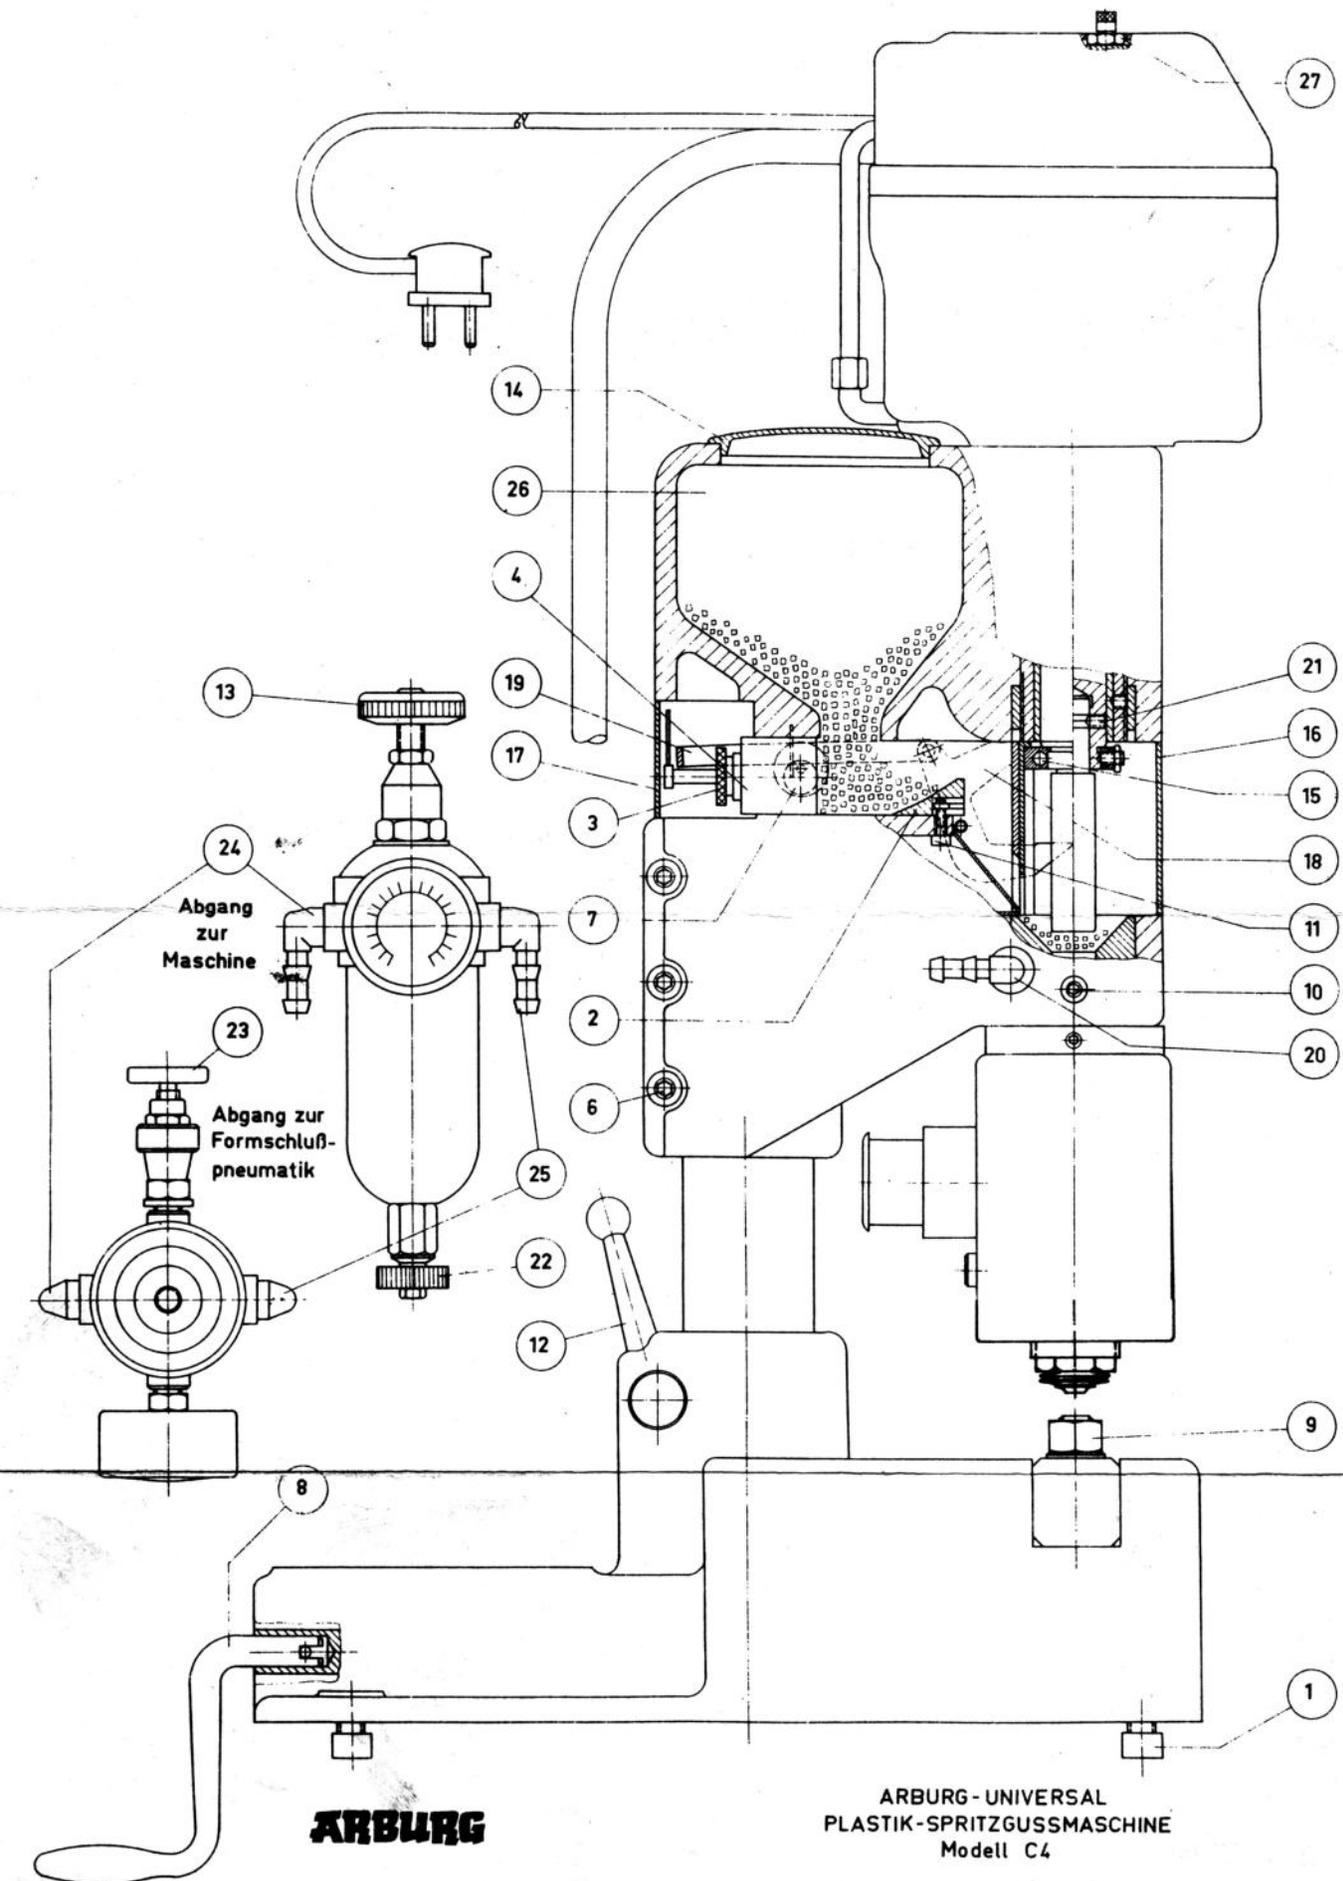
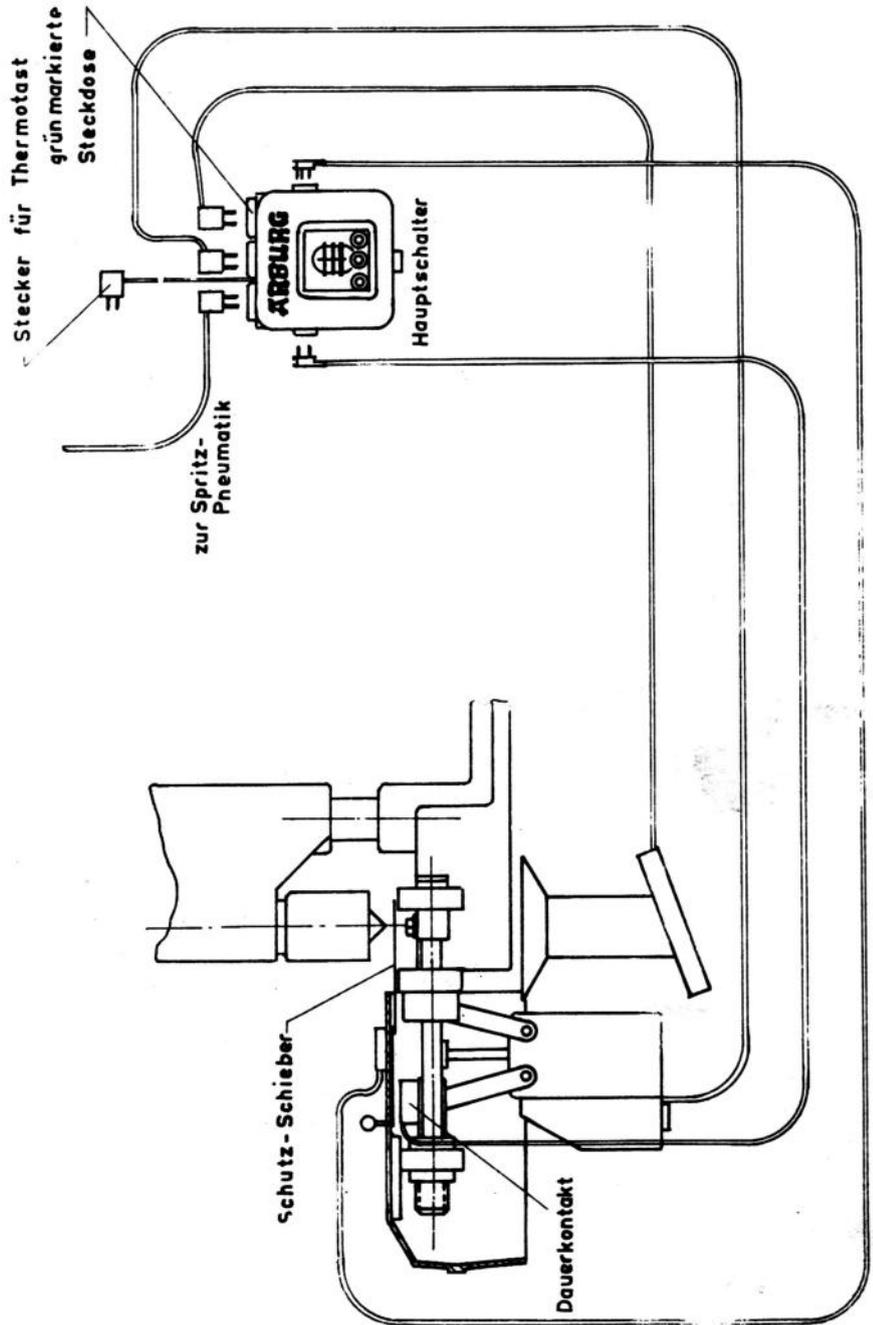

Abb. 2
Abb. 3
- 2) Nach Entnahme der Maschine aus der Verpackung ist die Maschine nach Lösen der 4 Halteschrauben (Pos.1 Abb.2) aus dem Maschinentisch herauszunehmen und nach Abb. 1 wieder auf den Maschinentisch zu setzen und mit den 4 Halteschrauben festzuziehen. Dabei ist zu beachten, daß der Druckregler am Maschinentisch mit der vorderen Ansicht der Maschine nach Abb. 1 übereinstimmt.
4) Schließleinheit C in die Aufnahmen des Gabelfußes einhängen (vertikal oder horizontal) und mit den Muttern festziehen (Pos.9 Abb.2). Beim Einhängen der Schließleinheit C in die vertikale Stellung ist dieselbe zu öffnen.
Der Kühlmittelbehälter dient zum Kühlen der Maschine und der Spritzform. Er hat 2 getrennte Kühlkreise, welche unabhängig voneinander regelbar sind. Zur Kühlung des Maschinenkopfes wird der Wasserschlauch an einen der beiden Hähne angeschlossen und durchgeführt bis zum Kühlwasseranschluß am Maschinenkopf (Abb.2 Pos.20) auf der entgegengesetzten Seite weitergeführt an einen der beiden Anschlüsse der Kühlspirale. Zur Kühlung der Form wird sinngemäß verfahren. Soll das Kühlwasser nicht rückgekühlt werden, so ist der Rücklauf mit den Anschlüssen auf der Deckplatte des Behälters zu verbinden. Falls Kühlnippel benötigt werden, bedienen Sie sich bitte unserer Liste am Schluß dieser Bedienungsanleitung.
- 6) Luftleitung vom Kompressor an roten Nippel (Pos.25 Abb.2) Spritzpneumatik an blauen Nippel (Pos.24 Abb.2) und Formenschlußpneumatik an Ventil mit Messingnippel vom Druckregler anschließen.
- 7) Blauen Stecker vom Magnetventil der Spritzpneumatik an blaue Steckdose, roten Stecker vom Magnetventil der Formenschlußpneumatik in rote Steckdose am Zeitschaltwerk stecken. Stecker vom Anschlußkabel des Zeitschaltwerkes in Steckdose des Thermostastgerätes stecken. Schukostecker des Thermostastgerätes mit Wandsteckdose verbinden (Abb.3).
Mit der rechten Hand wird das kleine Messinghandrad (Pos.23 Abb.2) am Abgang vom Druckregler zur Formenschlußpneumatik zuge dreht. Mit dem Daumen der linken Hand wird durch die Öffnung in der Schalterabdeckung des Schließzylinders der Magnetanker eingedrückt. Jetzt wird durch langsames Herausdrehen des Handrades Luft zugegeben, die Schließeinheit schließt sich. Durch Zudrehen des Messinghandrades (Pos.23 Abb.2) kann die Schließeinheit in jeder Stellung festgehalten werden. Soll die Form geschlossen bleiben, ist nachdem Luft zugegeben wurde, das kleine Handrad zuzudrehen. Jetzt ist der mit dem linken Daumen eingedrückte Magnetanker ganz langsam freigegeben. Dadurch wird der Formenschlußpneumatik - Zylinder
Nun werden bei geschlossener Schließeinheit (die Spritzform ist noch nicht eingebaut) die Nutmuttern an der zentralen Verstellspindel gelöst, die ganze bewegliche Formplatte so weit verschoben, daß der Abstand zwischen fester und beweglicher Formplatte der Gesamtlänge der Spritzgußform entspricht. Die Nutmuttern werden jetzt wieder festgezogen. Die Schließeinheit wird nun durch Herausdrehen des Handrades (Pos.23 Abb.2) geöffnet, die geschlossene Spritzgußform in einen der Einpässe in den Formplatten gelegt und mit 2 Inbusschrauben M6 leicht angeschraubt, die Schließeinheit wird wieder geschlossen.
Zweipol - Sonderstecker in Sondersteckdose links am Zeitschaltwerk einstecken (Abb. 3).
gußzylinders auf den Angußkanal der Spritzgußform. Der Abstand zwischen Düsenmund und Düsensitz soll ca. 5 - 8 mm betragen. Die Höhenverstellung des Maschinenkopfes erfolgt nach Lösen der Klemmschraube (Pos.12 Abb.2) und durch Drehen der Handkurbel (Pos.8 Abb.2). Ist die Höhe und Richtung des Maschinenkopfes zur Form richtig eingestellt, ist der Maschinenkopf wieder mittels Klemmschraube (Pos.12 Abb.2) festzuklemmen.
- 11) Die Ausfallsicherung wird unter die 2 Halteschrauben (Pos.1 Abb.2) geklemmt, der grüne Stecker wird in die grüne Steckdose der Zeitschaltuhr gesteckt (Abb.3).
- 12) Sicherheitsschutzvorrichtung mittels der 2 Inbusschrauben M10 an der hinteren Platte der Schließeinheit wieder befestigen. Dreipol-Stecker in Dreipol-Steckdose an der Zeitschaltuhr einstecken (Abb.3).
- 13) Deckel (Pos.14 Abb.2) vom Granulatraum (Pos.26 Abb.2) abnehmen. Sauberes, trockenes und staubfreies Kunststoffgranulat (Korngröße 2 - 4 mm) einfüllen. Hierbei ist auf peinliche Sauberkeit zu achten, damit keine Fremdkörper in den Zylinder gelangen. Die Trocknungsvorschriften der Herstellerwerke sind zu beachten. Die Maschine ist damit betriebsfertig.
Das Zeitschaltwerk dient zur Steuerung des zeitlichen Ablaufes des Spritzvorganges, es wird durch den Hauptschalter in Verbindung mit dem Sicherheitsschutzschieber ein- und ausgeschaltet. Vollautomatischer Betrieb ist nur in Verbindung mit dem Sicherheitsschutzschieber und der Ausfallsicherung möglich (siehe Abb. 3).
Gerätestecker und Temperaturfühler vom Spritzzylinder entfernen. Klemmschraube (Pos.12 Abb.2) lösen, Maschinenkopf um 100-120° nach links oder rechts schwenken. Halteschrauben (Pos.10 Abb.2) lösen bis der festgehaltene Zylinder nach unten herausgezogen werden kann.
Kolbenwechsel ist nur bei ausgebautem Spritzzylinder möglich. Schutzhaube (Pos.16 Abb.2) entfernen, mit der rechten Hand Magnetventil an der Spritzpneumatik betätigen und dabei mit der linken Hand das große Handrad am Druckregler herausdrehen, Ventil langsam entlüften, der Kolben bleibt dann unten, Inbusschraube (Pos.21 Abb.2) lösen, bis der festgehaltene Kolben nach unten herausgezogen werden kann.
Linksdrehung des großen Handrades (Pos.13 Abb.2) = großer Druck
Der Druck der Formenschlußpneumatik ist nicht regelbar, er kann jedoch durch Reduzierventil am Kompressor konstant gehalten werden, es ist hier immer der volle Netzdruck wirksam. Er soll 8 atü in der Regel nicht übersteigen. Von Zeit zu Zeit ist das Kondenswasser durch den Hahn unten an der glasklaren Schale abzulassen (Pos. 22 Abb. 2). Zylinderdrücke und Luftverbrauch siehe Tabelle.
Bei richtig eingestellter Dosierung wird die Spritzgußform gut gefüllt. Der Spritzkolben macht bei jeder Spritzung denselben Weg, dadurch gleiche Spannungsverhältnisse im Spritzteil (wichtig bei maßlich genauen Spritzteilen). Ist die Dosierung zu knapp eingestellt, sitzt der Spritzkolben auf dem Boden des Spritzpneumatikzylinders auf, es kann dadurch kein Nachdruck auf das Spritzteil ausgeübt werden. Die Dosierung soll so eingestellt werden, daß der Mitnehmerbolzen (Pos. 15 Abb. 2) nach beendeter Einspritzung mindestens einen Abstand von 2-3 mm von der Oberkante des Fülltrichters hat. Die Dosierung wird durch Drehen der Verstellhülse (Pos. 3 Abb. 2) eingestellt. Bei Rechtsdrehung wird die Menge verkleinert, bei Linksdrehung vergrößert.
(Herausnehmen des Spritzzylinders, Säulenklammern (Pos.12 Abb.2) lösen, den Maschinenkopf um 100-120° nach links oder rechts schwenken, die 2 Halteschrauben (Pos.10 Abb.2) herausdrehen).
Die Dosierung ist durch Verdrehen des Exzenterknopfes (Pos.7 Abb.2) um 180° auszuschalten. Dosierkolben durch Herausziehen des Exzenterknopfes aus seiner Führung freimachen und um 90° drehen. Das Material kann jetzt nach vorne in ein untergestelltes Gefäß ausgestoßen werden. Dosierkolben ganz herausnehmen und mit Preßluft Füllraum, Dosierkanal und Dosierkolbenführung ausblasen. Wenn sich Granulatreste bei eingeschalteter Dosierung im Führungsschlitz des Dosierkolbens befinden, kann dies zu Störungen führen.